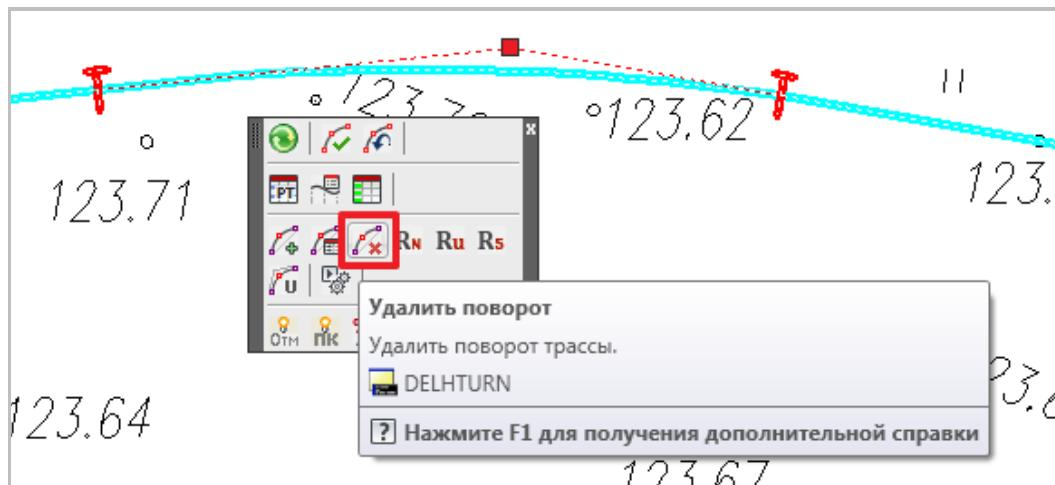

Рис. 32 Команда удаления поворота трассы доступна на панели инструментов, в меню Трасса и в Навигаторе объектов
- вызвать команду *Удалить поворот* (меню *Трасса/Повороты* или на панели инструментов) (см. рис. 32).